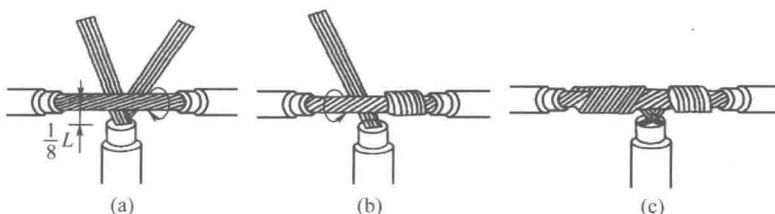

图 1-18 7 芯铜线的 T 字形连接
(1) 把分支芯线散开钳平,将距离绝缘层  $1/8$  处的芯线绞紧,再把支路线头  $7/8$  的芯线分成 4 根和 3 根两组,并排齐;然后用螺钉旋具把干线的芯线撬开分为两组,把支线中 4 根芯线的一组插入干线两组芯线之间,把支线中另外 3 根芯线放在干线芯线的前面,如图 1-18(a) 所示。
(2) 把3根芯线的一组在干线右边紧密缠绕3~4圈,钳平线端;再把4根芯线的一组按相反方向在干线左边紧密缠绕,如图1-18(b)所示。缠绕4~5圈后,钳平线端,如图1-18(c)所示。